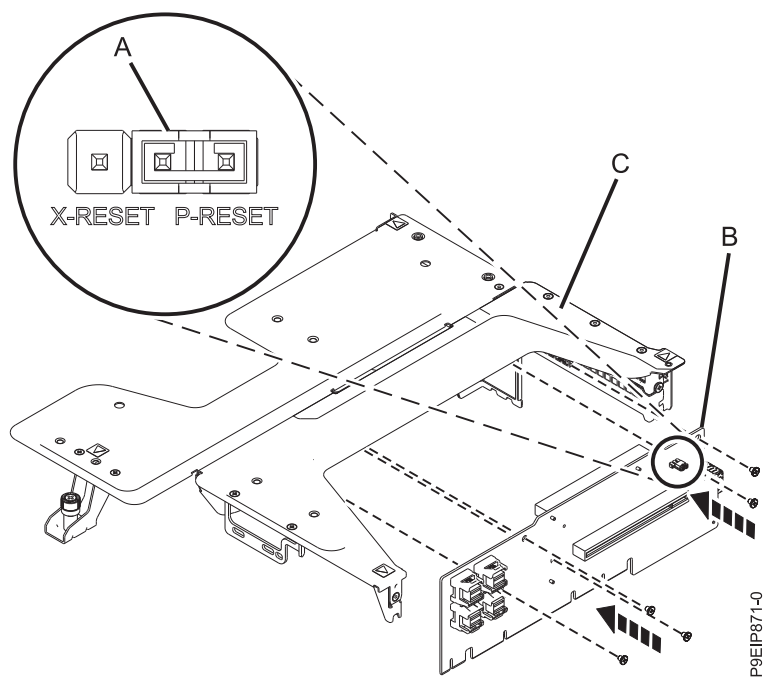

Figura 26. Substituindo o adaptador da posição 1
3. Substitua a placa riser no quadro do riser. Assegure-se de que o jumper em **(A)** esteja configurado nos pinos 1 e 2 (P-RESET), conforme mostrado na Figura 26. Substitua os cinco parafusos para prender a placa riser **(B)** ao suporte do riser **(C)**.